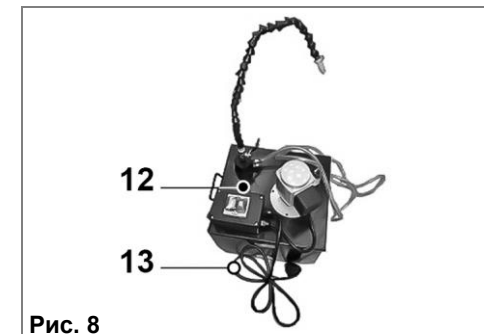

Рис. 8
5.3.5. Затем использованную СОЖ отфильтруйте от стружки и залейте обратно в устройство через заливное отверстие (12) в крышке емкости (1) (Рис. 8) для дальнейшей работы.